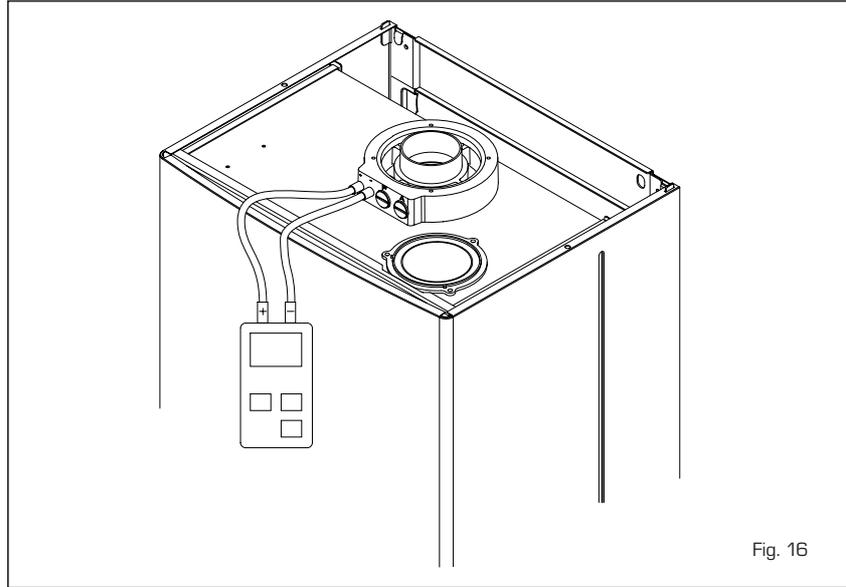

Fig. 16
3.8 PRESOSTATO DE HUMOS (fig. 16)
se indica en la fig 16.